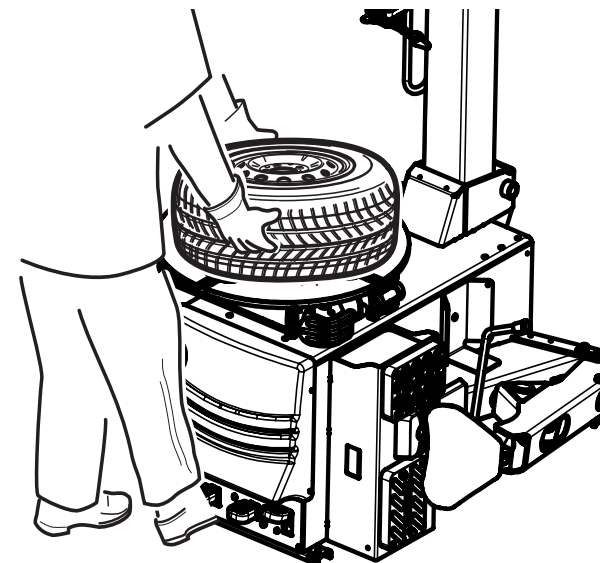

fig.44
- sollevare il pneumatico verso l'alto con entrambe le mani, permettendo all'aria (che fuori esce dai fori delle corsie) di "entrare" fra cerchio e pneumatico (fig.44).
- spingere il pedale di gonfiaggio (L) fino a fine corsa, per ottenere la fuoriuscita dell'aria dalle corsie e, allo stesso tempo, rilasciare il pneumatico per consentire l'**intallamento**.
N.B.: qualora il pneumatico non si "intalloni" ripetere scrupolosamente le operazioni suddette. Una volta intallonato il pneumatico, continuare l'operazione di gonfiaggio,premendo il pedale di gonfiaggio (L) nella posizione intermedia, fino a raggiungere la pressione desiderata.
- Raise the tyre with both hands to allow the air (which comes out of the tracks) to get between rim and tyre (fig.44).
- Press the inflation pedal (L) completely down to obtain the air output frothe tracks. At the same time release the tyre to allow the **beading in**.
N.B.: Whenever the tyre does not bead in, repeat all the stages in the above sequence. When the tyre is beaded in, continue inflation by pressing the pedal (L) in the intermediate position until the desired pressure is reached.
- soulever des deux mains le pneu vers le haut, permettant à l'air (qui sort des orifices de la voie de "pénétrer" entre la jante et le pneu (fig.44).
- presser sur la pédale de gonflage (L) jusqu'à la fin de la course, pour permettre la sortie de l'air des voies et en même temps, libérer le pneu pour en permettre l'**intalonnement**.
N.B. Au cas où le pneu ne "s'intalonnerait pas" répéter soigneusement les susdites opérations. Après avoir intalonné le pneu, continuer l'opération de gonflage en pressant sur la pédale de gonflage (L) dans la position intermédiaire, jusqu'à atteindre la pression désirée.
- den Reifen mit beiden Händen hochheben, damit so die Luft (die aus den Öffnungen der Gänge austritt) zwischen Felgen und Reifen "eindringen" kann (Abb. 44);
- das Aufpumpedal (L) bis Umlaufende betätigen, damit die Luft aus den Gängen ausströmt und gleichzeitig den **Reifen herunterlassen**, um so die Einwulstung zu ermöglichen.
- Levante el neumático hacia arriba con ambas manos, consentiendo al aire (que sale por los orificios de los recorridos) de entrar entre llanta y neumático (fig. 44)
- Apriete el pedal de hinchamiento (L) hasta el tope del recorrido, para obtener la salida del aire de los recorridos y contemporáneamente relaje el neumático para consentir su **talonamiento**.